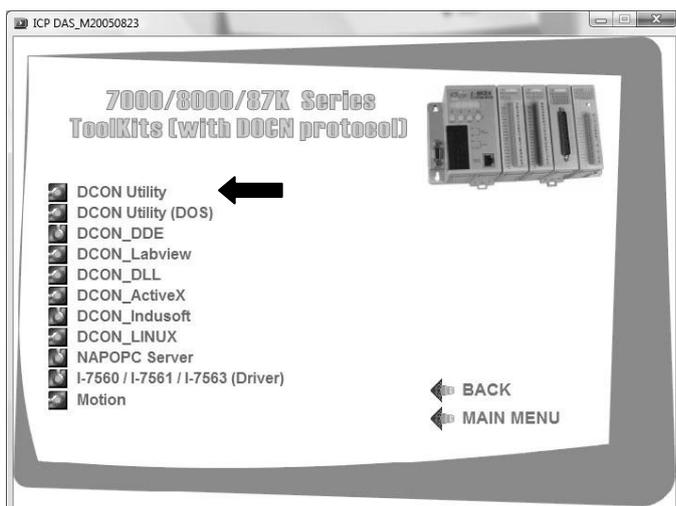

Рис. 27. Список утилит раздела «7000/8000/87K Series Toolkits (with DCON protocol)»
На рис. 27 показано меню, с помощью которого можно установить драйверы интерфейсных преобразователей (I-7560, I-7561, I-7563), утилиты взаимодействия с модулями из различных операционных систем (Windows, DOS, LINUX), с использованием различных механизмов доступа (DDE, DLL, ActiveX), а также управления на уровне виртуального прибора LabView.
- 1) Выбрать ссылку «I-7560/I-7561/I-7563(Driver)» (рис. 27).